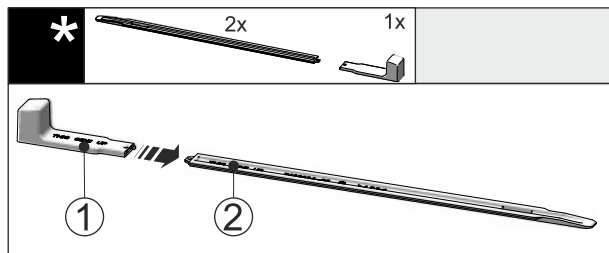

Fig. 47
- Stikk monteringshåndtakene Fig. 47 (1) på nivellerings-skinen Fig. 47 (2).